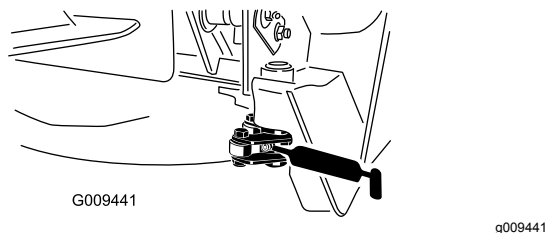

**Figura 59**
**Nota:** Può essere necessario far scattare manualmente i fermi per accedere agli ingrassatori (Figura 59). Usate una barra per chiudere e aprire il fermo.